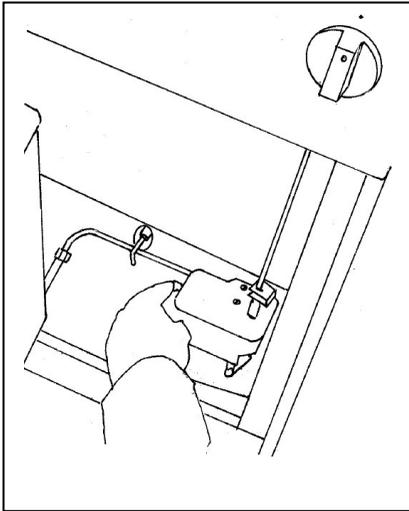

Bild 3
- Sicherheitsfalle (11) am Ölregler (12) anheben (Bild 3)
- Tankabsperrventil (4) durch 4 Umdrehungen nach links öffnen.
- Reguliernebel (3) in den roten Bereich drehen bzw. auf Stellung „6“ einstellen
- Kochplatte (2) aufklappen, wenn nicht schon geschehen
- Sobald der Brennerkopf mit Öl gut benetzt ist, Reguliernebel wieder auf „0“ stellen. Paraffindocht oder Wachsstreifen anzünden und auf den Brennerboden legen. Kochplatte schließen und die Entwicklung der Flamme durch das Schauloch (9) beobachten.